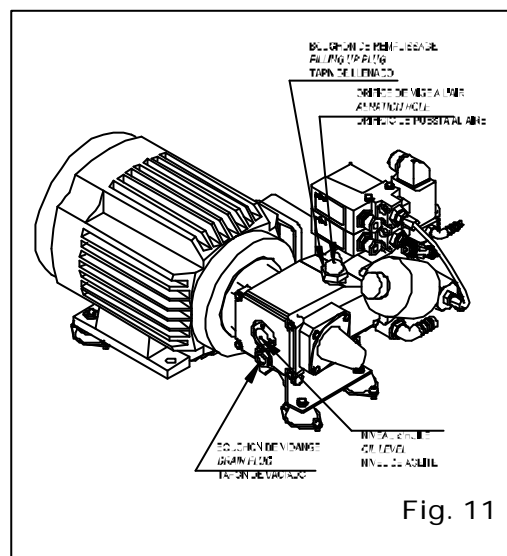

Fig. 11
84. NIVEL DE ACEITE (Fig. 11)
85. VACIADO DE LA BOMBA AP (Fig. 11)